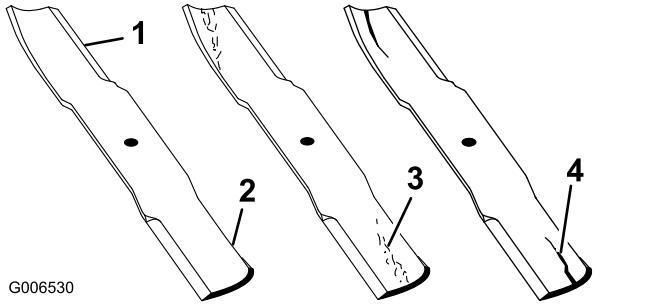

Figura 42
1. Inspeccione los filos de corte (Figura 42).
- Inspeccione las cuchillas, especialmente la parte curva (Figura 42).
Nota: Si observa daños, desgaste o la formación de una ranura en esta zona (Figura 42, 3 y 4), instale inmediatamente una cuchilla nueva.